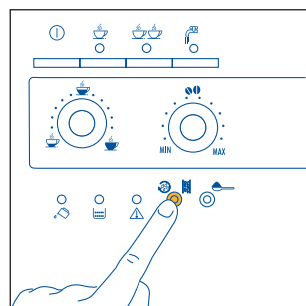

Fig. 14
1) Si ni bien encendida la máquina se desea hacer una taza de café corto (inferior a 60cc), use el agua caliente del enjuague para precalentar las tazas (véase el consejo en el § 4.3 punto 5). Por el contrario, si del último café hecho han transcurrido más de 2/3 minutos, antes de hacer un café nuevo, **es necesario precalentar el infusor, presionando el botón**  (fig. 14). Luego deje que el agua caiga en la bandeja recogegotas, o bien utilice este agua para llenar (y luego vaciar) la taza de café para precalentarla.